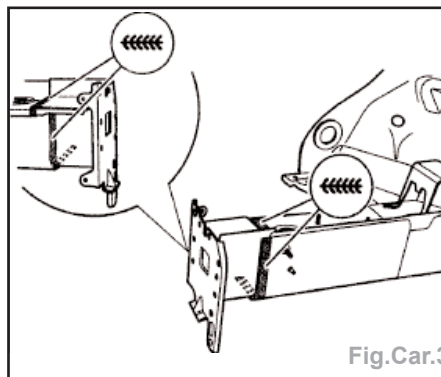

Fig.Car.3
- souder le logement d'amortisseur de choc en cordon continu sous gaz de protection (Fig.Car.3),